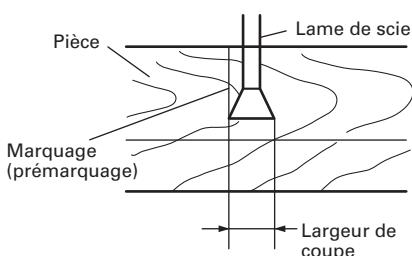

Fig. 18
- (1) Allumer le marqueur laser et marquer une rainure de 3/16" (5mm) environ de profondeur sur la pièce qui a une hauteur de 1-1/2" (38mm) et une largeur de 3-1/2" (89mm). Maintenir la pièce rainurée dans un étai telle qu'elle est et ne pas la déplacer. (Fig. 18)